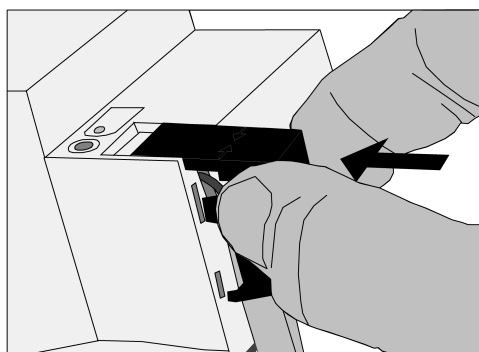

Bild 4: Sätt på locket
- Sätt på ett skyddslock över bussplinten tills det går in ingrepp (se bild 4).